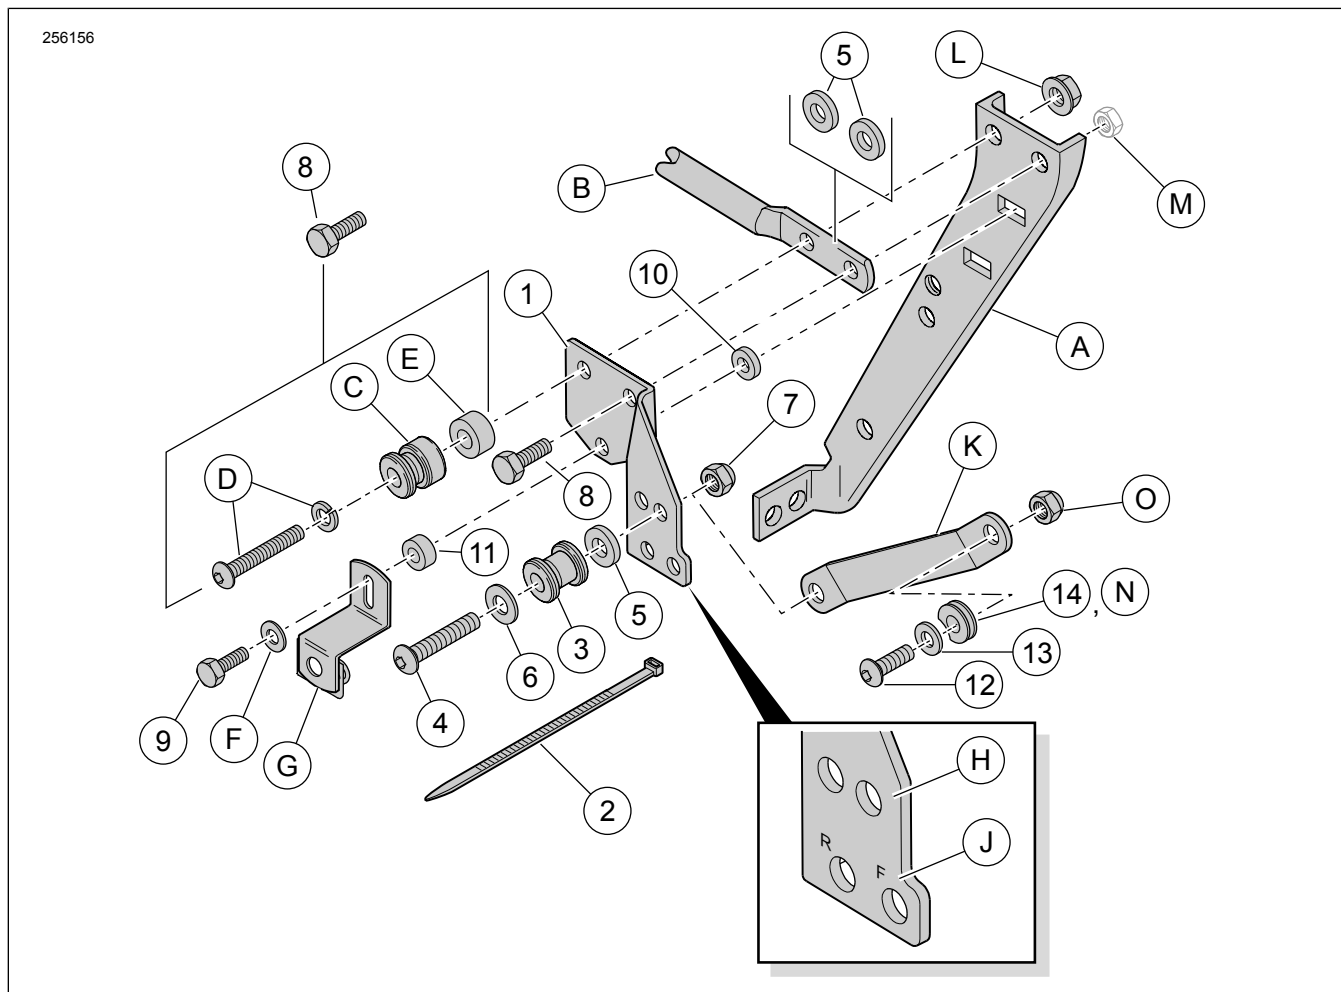
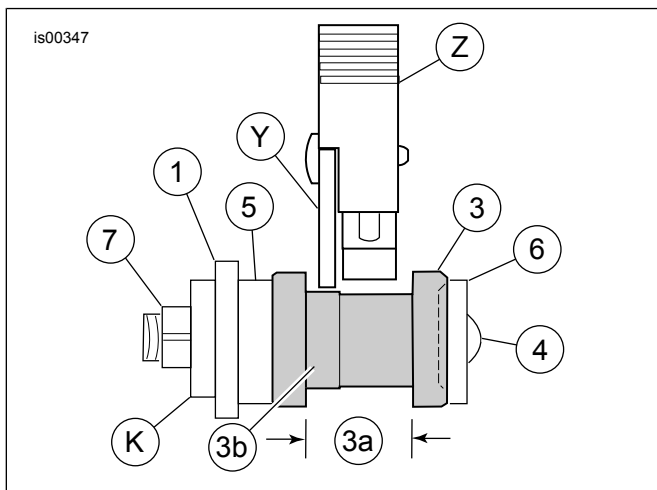

Figura 1. Conteúdo do kit: Kit de encaixe dianteiro instalado individualmente
Figura 7. Alinhamento adequado da lingueta no ponto de encaixe
Ver Figura 1 . Os suportes de montagem do ponto de encaixe dianteiro (1) são específicos para cada lado. As letras estampadas perto dos orifícios inferiores devem estar voltadas para fora e identificar as posições de frente (F) e trás (R).
2. **Sem o kit de encaixe traseiro** : ver Figura 1 . Instalar o suporte de montagem da seguinte forma:
- a. Instalar um parafuso longo (8) de 5/16-18 x 1 pol. (25 mm) em ambos os orifícios superiores.
- b. Instalar um espaçador (5) espesso de 1/8 pol. (3,2 mm) em cada parafuso, entre o suporte de montagem (1) e o Equipamento original (OE) suporte do saco (A).
3. **Com kit de encaixe traseiro:** ver Figura 1 . Instalar o suporte de montagem da seguinte forma:
- a. Instalar o parafuso (8) longo de 5/16-18 x 1 pol. (25 mm) do kit encaixe dianteiro (53803-06) no orifício dianteiro superior do suporte (1) e através da parte dianteira do suporte (B) do kit de encaixe traseiro (53804-06), colocado entre o suporte de montagem (1) e o suporte do saco do equipamento original (A).
- b. Instalar o parafuso longo de 5/16-18 x 2-1/4 pol. (57 mm) e a anilha de bloqueio (D), o ponto de encaixe (C) e o espaçador (E) espesso de 0,386 pol. (9,8 mm) do kit de encaixe traseiro (53804-06) no orifício frontal superior traseiro do suporte (B) do kit de encaixe traseiro (53804-06), colocado entre o suporte de montagem (1) e o suporte do saco do equipamento original (A).
4. Ver Figura 1 e Tabela 2 . Instalar o apoio do saco traseiro.
- a. Inserir o parafuso 1/4-20 (item 9, comprimento é de 1 pol. ou 7/8 pol. dependendo do modelo) através da anilha (F) e a ranhura do suporte de montagem do saco (G).
- b. **Para os modelos FLHR, FLHT ou FLTR:** inserir as roscas através do orifício inferior do suporte de montagem (1), diretamente sob parafusos instalados anteriormente.
- c. **Para os modelos FLHRC ou FLHRS:** colocar o espaçador (11) espesso de 9/16 pol. (14,3 mm) nas roscas de parafuso e inserir as roscas através do orifício inferior do suporte de montagem (1), diretamente sob os parafusos instalados anteriormente.
- d. Colocar o espaçador (10) espesso de 1/8 pol. (3,2 mm) nas roscas de parafuso e inserir as roscas através do suporte do saco (A) e na porca de clipe. Aperte.
7. Ver Figura 7 e Figura 1 . Colocar uma anilha (6) nas roscas de um parafuso de cabeça abaulada (4) deste kit.
8. Colocar um ponto de encaixe (3), na orientação exibida, sobre as roscas de parafuso, seguido de um espaçador (5).
- Para os modelos de 1994-1996:** através do orifício no ponto mais recuado (H) no suporte de montagem (1).
- Para os modelos de 1997 e posteriores:** através do orifício no ponto mais à frente (H) no suporte de montagem (1).
- Inserir as roscas de parafuso através do orifício maior no suporte (53805-99, item K, parte do suporte ou do kit de encosto "sissy bar") e apertar ligeiramente no lugar com a contraporca (7).